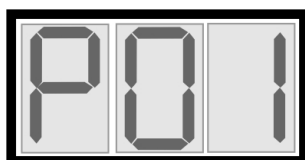

Fig.3
5. Avvenuto il riconoscimento della password, si accede direttamente all'elenco dei passi di programmazione. Il primo passo di programmazione *P01* è automaticamente selezionato (Fig. 3).